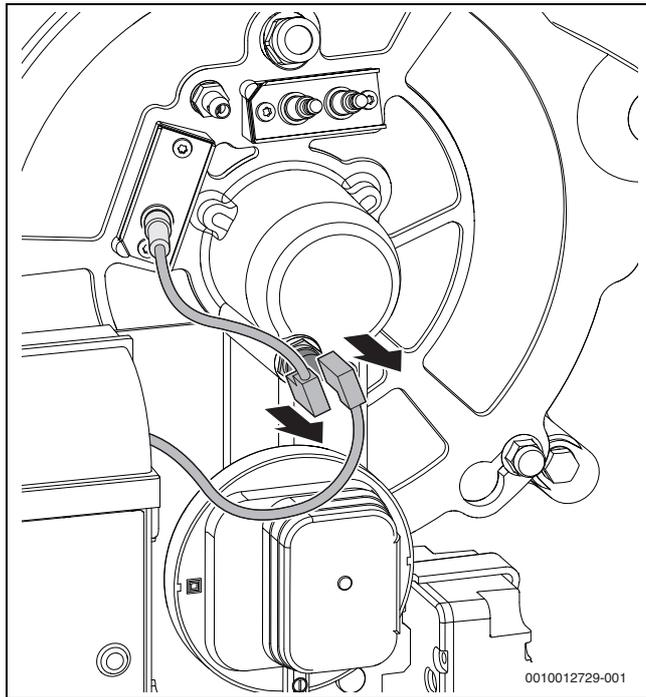

Fig. 87 Staccare la spina dal termostato di sicurezza
- Staccare la spina dal termostato di sicurezza (→ fig. 87)